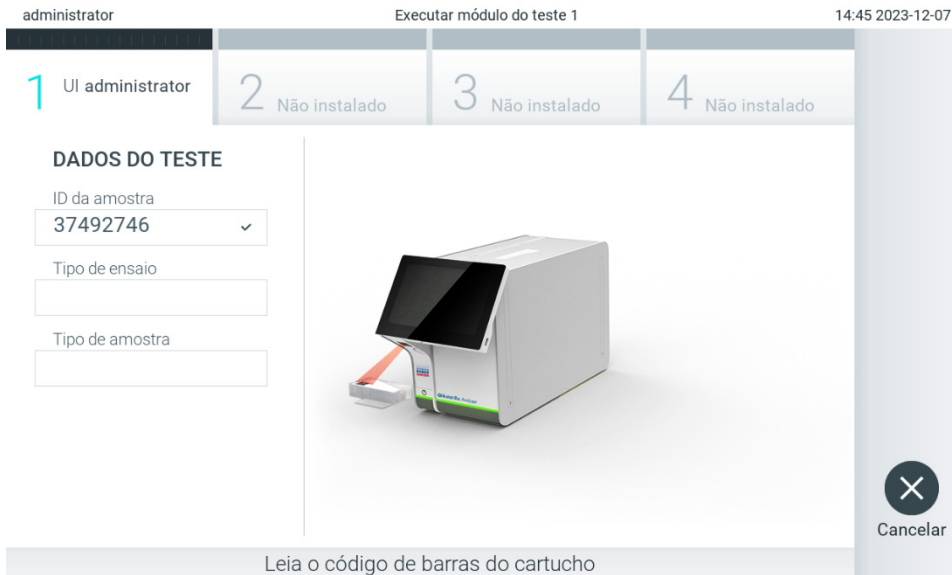

Figura 87. Digitalização do código de barras do cartucho de ensaio QIAstat-Dx.
4. Quando o pedido de teste tiver sido recebido de forma bem-sucedida do anfitrião, é apresentada a mensagem "Scan cartridge for assay <assay_name> and book order <order_number>" (Digitalizar cartucho para o ensaio <nome_ensaio> e pedido de agendamento <número_pedido>). Digitalize o código de barras do cartucho de ensaio QIAstat-Dx especificado (Figura 87).